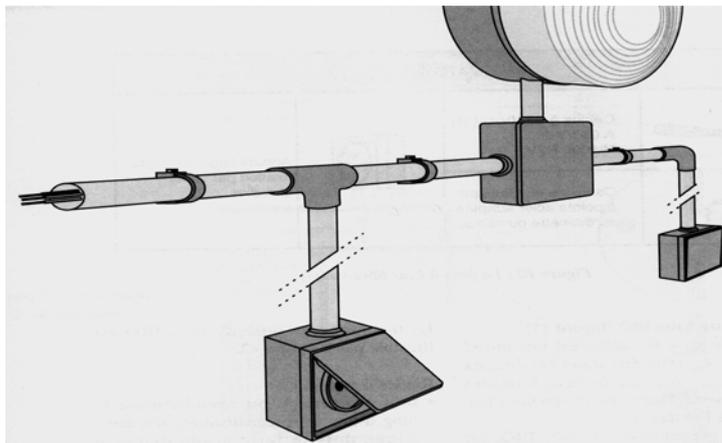

Figure 7.2 - Installation sous tube IRO
b) Installation sous tube IRO: (voir figure 7.2)